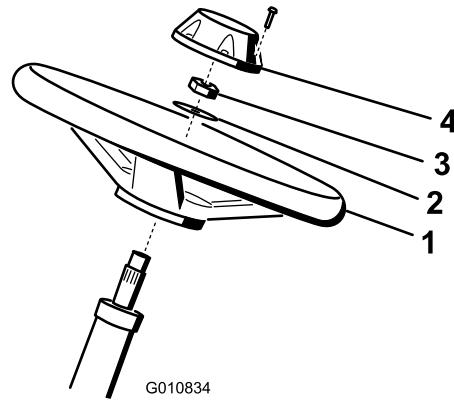

Bild 5
1. Schieben Sie das Lenkrad auf die Lenkwellen (Bild 5).
2. Schieben Sie die Scheibe auf die Lenkwellen (Bild 5).
3. Befestigen Sie das Lenkrad mit einer Sicherungsmutter an der Welle und ziehen es auf 27-35 Nm an (Bild 5).
4. Setzen Sie den Deckel auf und befestigen ihn mit sechs Schrauben am Lenkrad (Bild 5).